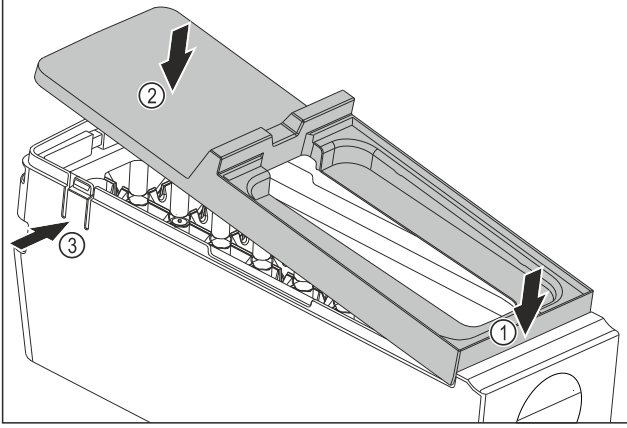

Fig. 215
- ▶ EasyTwist-Ice gövdesinin kapağını monte edin: Kapağı önden yerleştirin. Fig. 215 (1)
- ▶ Kapağı arkadan aşağı indirin. Fig. 215 (2)
- ▶ Kapak iki kulağa Fig. 215 (3) duyulur şekilde oturur.